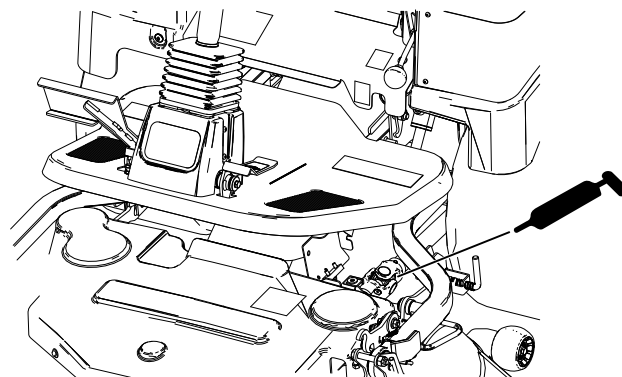

Figure 47
- Cardan avant de l'arbre de transmission sur le boîtier d'engrenages de la tondeuse (Figure 47).